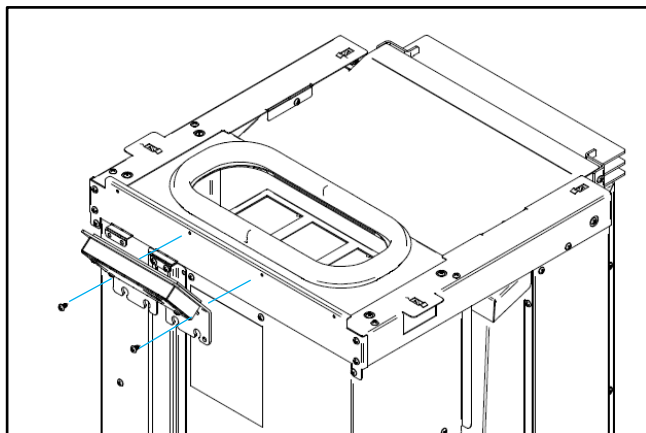

Figura 56 - Colocação do display
a) Colocar o display que se encontra dentro da cuba de pellets na parte posterior da máquina como demonstra a Figura 56. Para realizar esta tarefa é necessário desapertar ligeiramente os parafusos que se encontram na parte posterior. Ao apertar o display pode ser necessário realizar um ajustamento em termos de altura.